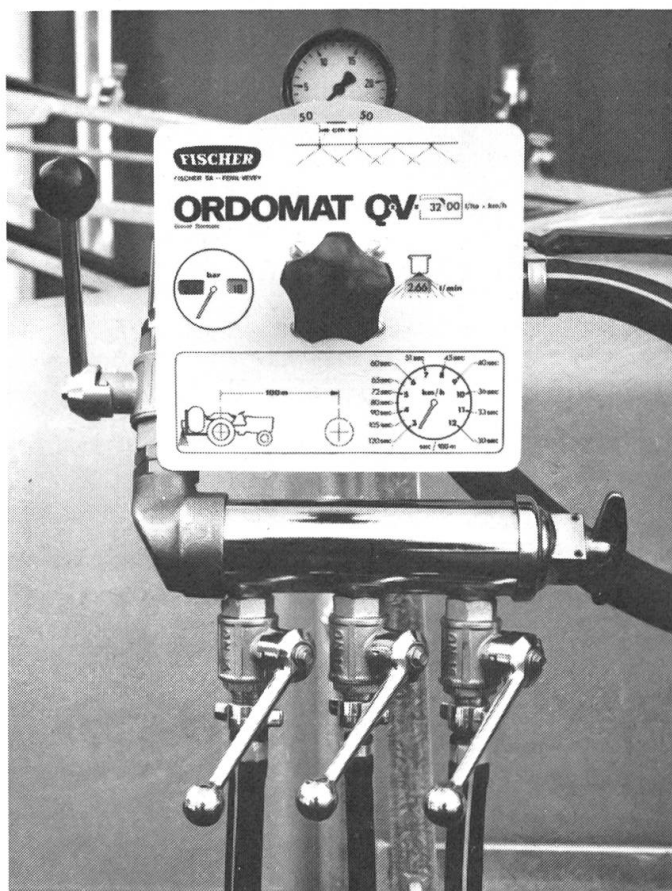

Fig. 2: Régulateur de débit ORDOMAT QV avec les indications pour 4 jeux de buses.
- ☐ le « régulateur de débit ORDOMAT » (fig. 2)